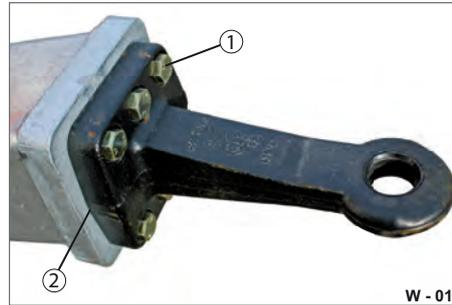

Abb. 14 Zugösen-Anbindung
- ▶ Schraubbolzen (Abb. 14/1) kreuzweise nachziehen.